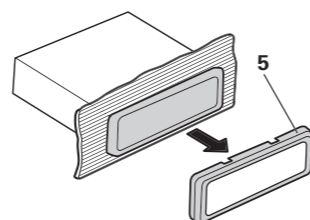
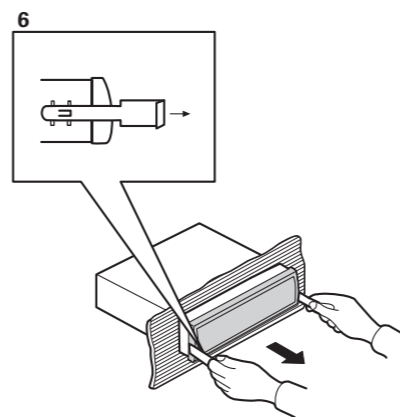

Fig. 3
Fig. 4
**Removing the Unit (Fig. 3) (Fig. 4)**
**Quitado de la unidad (Fig. 3) (Fig. 4)**
**Remoção do aparelho (Fig. 3) (Fig. 4)**